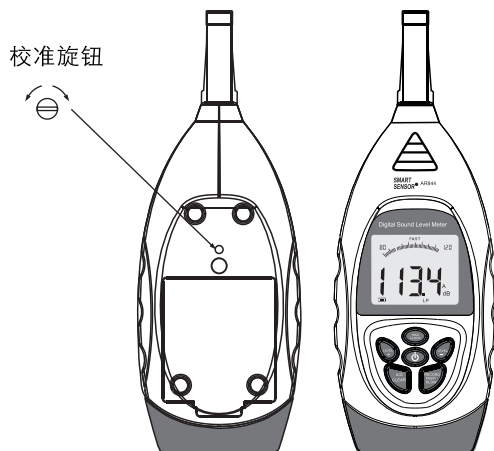

图3
- ▶ 将麦克风头插入标准音源孔内，将标准音源置为94dB@1KHz，打开标准音源（94dB@1KHz）的电源开关，使用小型一字批调整圆孔处的校准旋钮使LCD屏幕显示为94.0。 如图3：